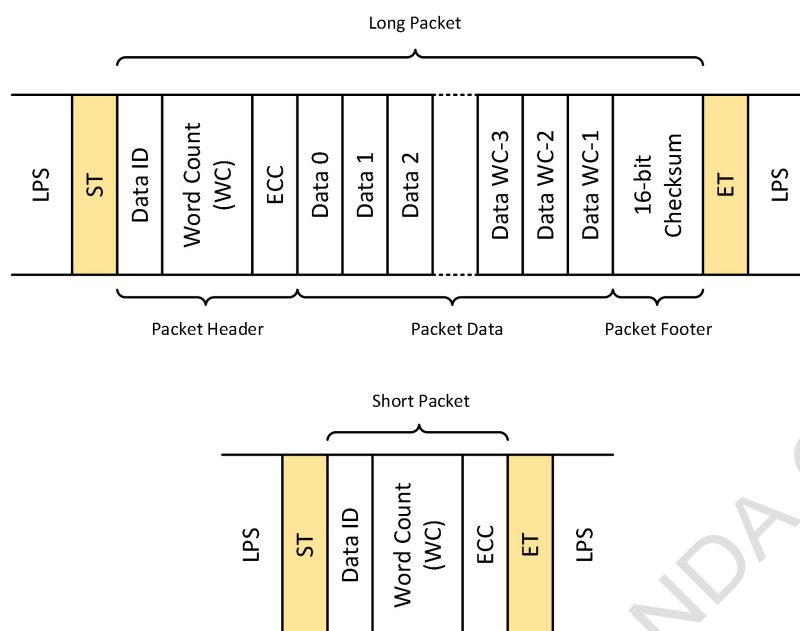
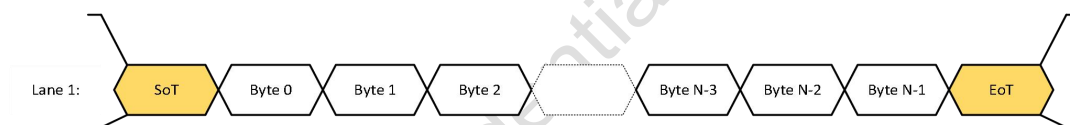
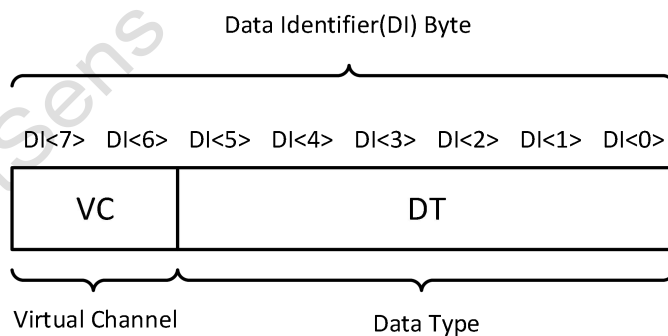

图 1-9 MIPI 长/短数据包结构示意图
图 1-10 MIPI 1lane 模式数据包传输示意图
图 1-11 MIPI 数据包 DI 结构
图 1-9 展示了 MIPI 长、短数据包结构示意图。其中数据标识 DI(Data Identifier)用来区分不同的数据包类型。图 1-10 展示了 MIPI 工作在 1lane 模式下的数据包传输示意图。图 1-11 中，DI 包括两部分，分别是虚拟通道 (VC) 和数据类型 (DT)。默认情况下，Sensor 给出的 MIPI 数据 VC 值都是 0，而 DT 值如表 1-7 所示。